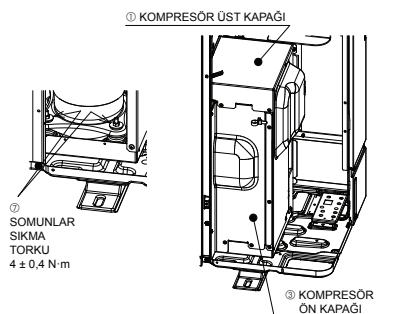

Fig. 4-2
- KOMPRESÖR sabit parçalarını söktükten sonra somunları sıkın ve KOMPRESÖR ÜST KAPAGININ ve KOMPRESÖR ÖN KAPAGININ eski haline geri döndüğünden emin olun. (Fig. 4-2)